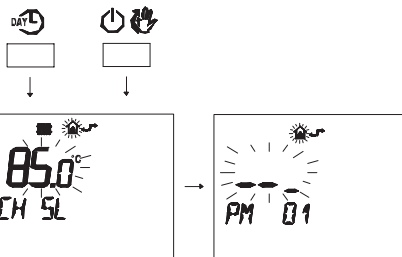

Рисунок 5.61
- Нажмите одновременно кнопки **DAYL** и **ON/OFF**, чтобы войти в поле ввода настроек (Рисунок 5.61).